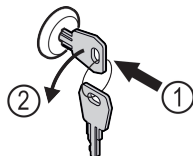

Fig. 123
- ▶ Włożyć kluczyk. Fig. 123 (1)
- ▶ Przekręcić kluczyk o 90° w lewo. Fig. 123 (2)